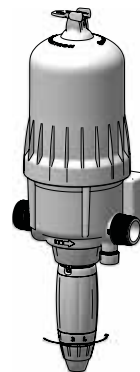

Fig. 16
- Visser ou dévisser la douille de réglage pour que les 2 pointes de l'oeillet de visualisation soient en regard du repère de dosage choisi (Fig. 16).